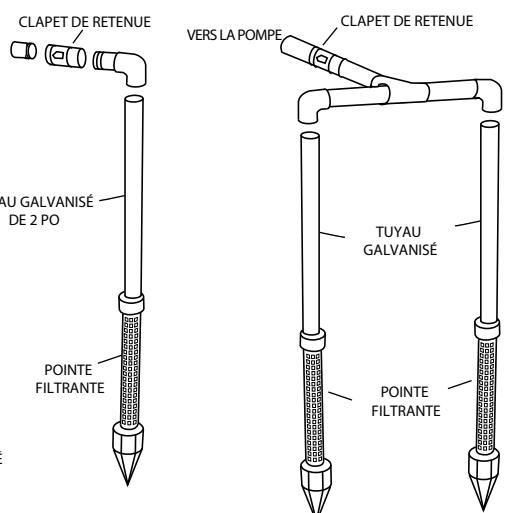

Figure 5
#### A. Raccord de L'orifice D'aspiration (Figure 5)
5. Démarrez la pompe. Une pompe bien amorcée doit montrer un débit d'eau constant, libre de bulles d'air et à une pression constante. S'il n'y a aucun débit d'eau après cinq minutes, arrêtez la pompe, libérez toute la pression, retirez le bouchon de l'orifice d'amorçage, ajoutez de l'eau, remettez le bouchon en place et essayez de nouveau. (Assurez-vous qu'un clapet de pied est installé correctement sur la conduite d'aspiration (Figure 5).